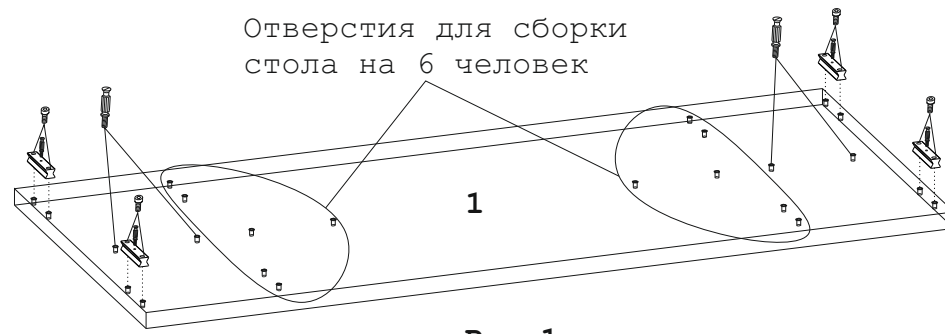

Рис. 1
1. Прикрутите проставки 4 винтами 5 к детали 1. (рис.1)
2. Вверните в проставки 4 дюбели 6. (рис.1)
3. Вверните дюбели 6 в металлические муфты на деталях 1 и 2. (рис.1,2)
Для сборки второго варианта проставки 4 и дюбели 6 устанавливаются на детали 1 ближе к центру. (рис.1)